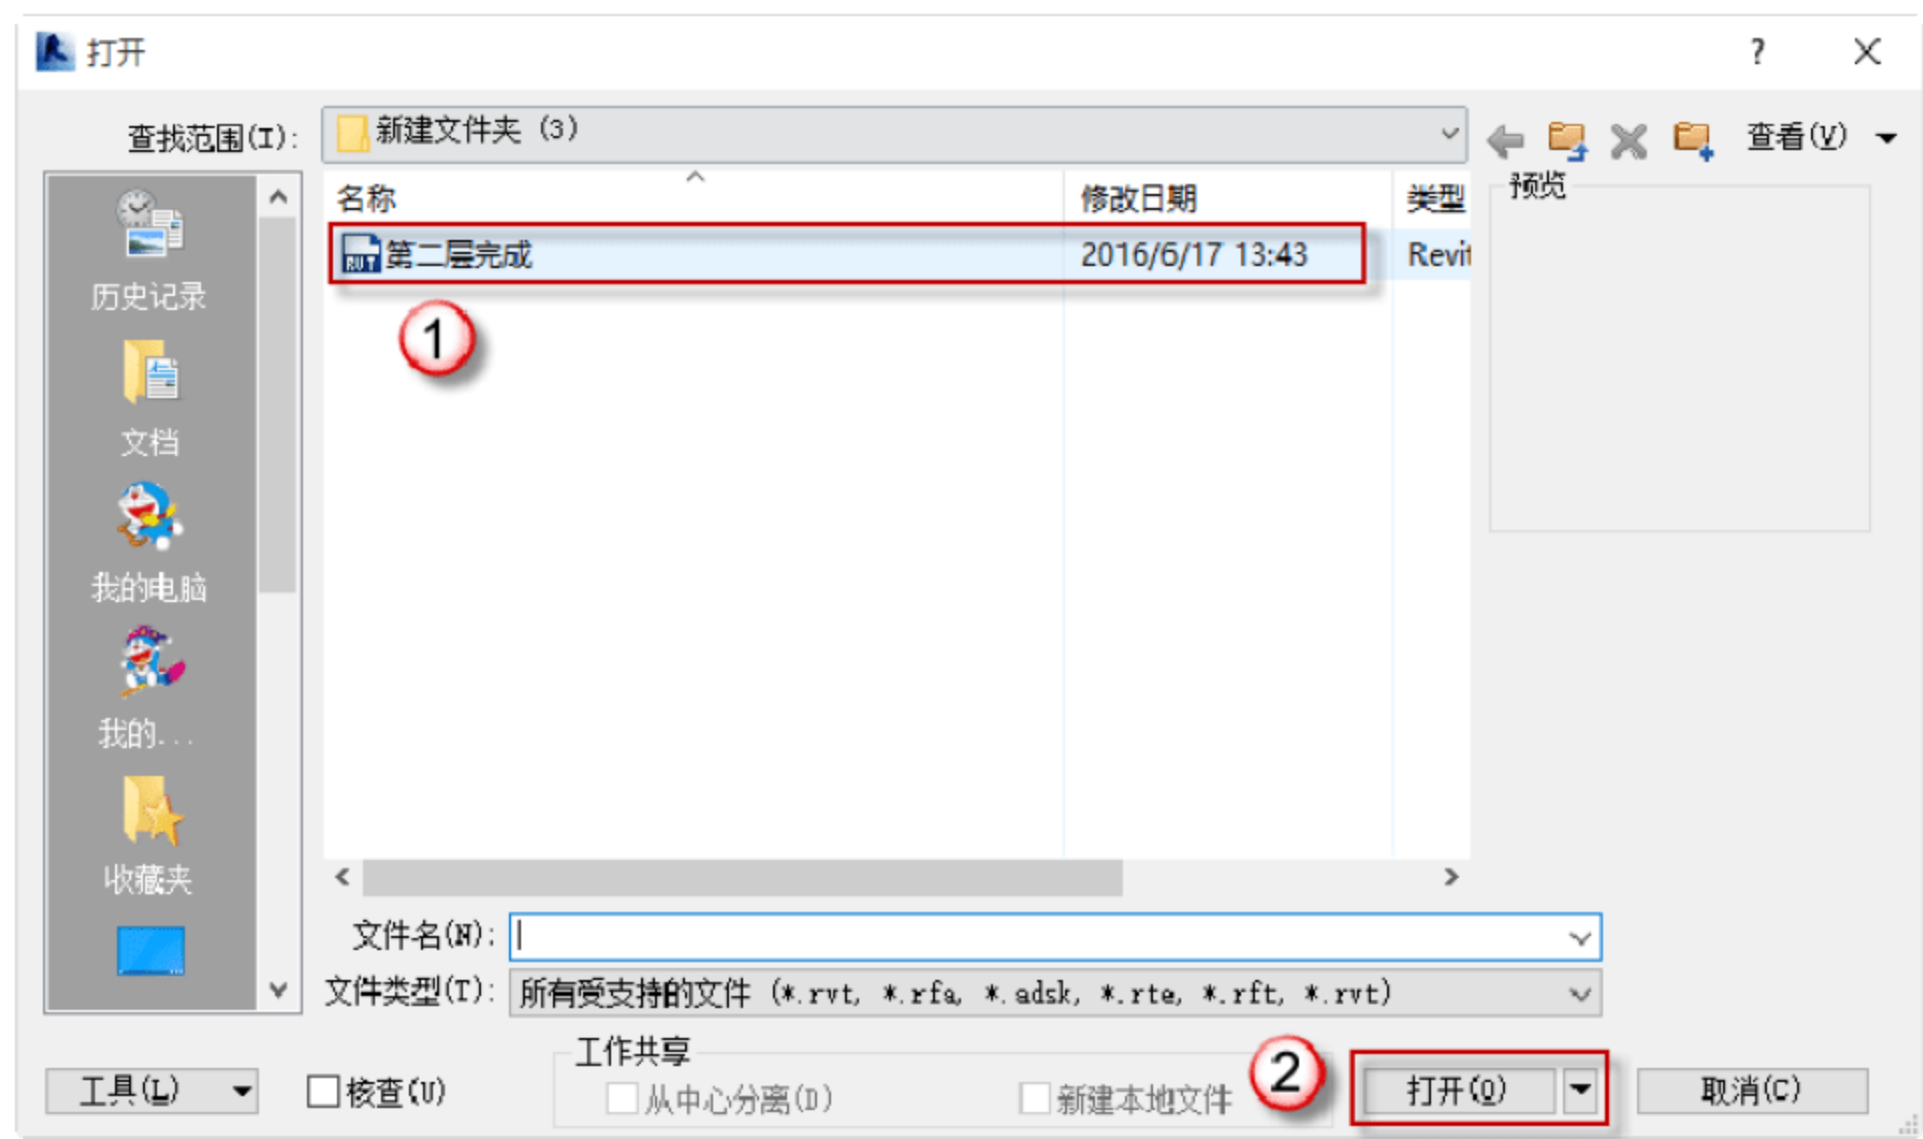

图 4.3.51 打开项目
(1) 打开项目文件。单击“打开”按钮, 在弹出的对话框中打开保存的文件, 或者直接单击“历史项目”按钮, 如图 4.3.51 所示。